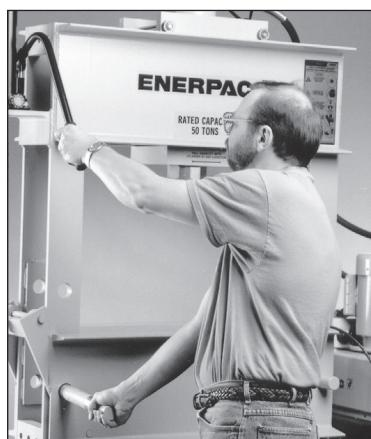

**Figura 6.** Colocación del gancho de elevación en la cadena
- Deslize a corrente no gancho de elevação na mesa da prensa, como mostrado na figura 6. Instale o pino de aperto (apenas para os modelos de 50, 100, 150 e 200 toneladas).